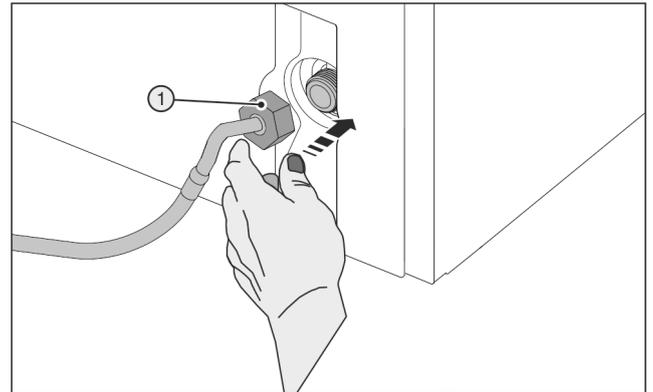

Fig. 29
- Coloque la tuerca Fig. 29 (1) con cuidado y atornillela derecha en la rosca.
- Coloque la tuerca Fig. 29 (1) con cuidado y atornillela derecha con dos dedos en la rosca, hasta que se logre un asiento seguro y firme.
- Utilice la herramienta auxiliar (5) exclusivamente a temperatura ambiente.
- Apriete la tuerca Fig. 29 (1) con la herramienta auxiliar (5) en el sentido de las manecillas del reloj hasta que se logre el par de apriete máximo y no se tuerza la herramienta auxiliar (5).